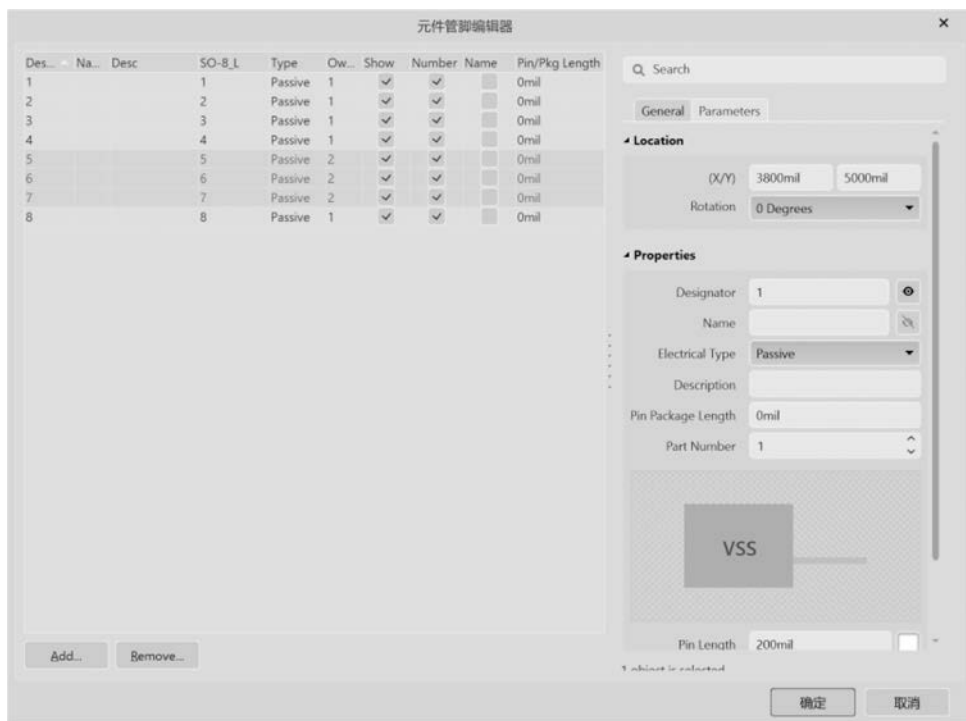

图 5-50 原理图文件“LM258”元件的引脚属性
(1) 打开项目“USB 采集系统. PrjPCB”,并逐一打开 3 个子原理图“Sensor1. SchDoc”“Sensor2. SchDoc”和“Sensor3. SchDoc”。3 个子原理图中所用到的元件“LM258”,其输出引脚的“1 和 7”电气特性当前都处于“Passive”(中性)状态,图 5-50 所示为更新前原理图“Sensor1. SchDoc”中的一部分。